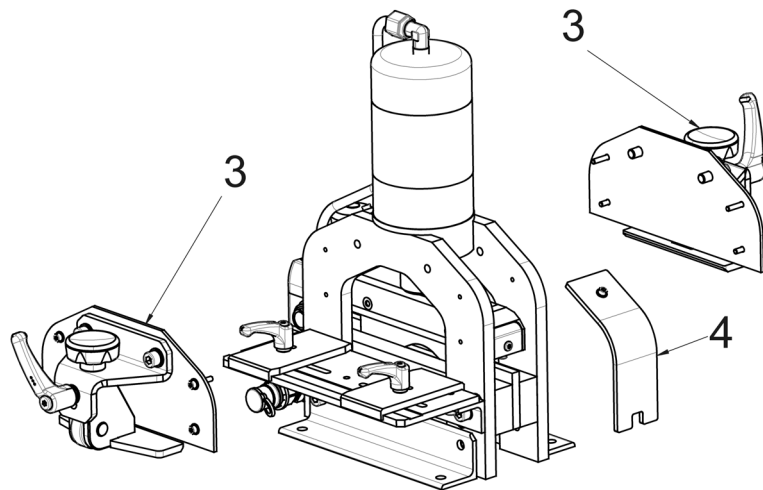

Bild 11: Demontera nedhållarna
- Demontera de båda nedhållarna (bild 11, 3) och inspektionsfönstret på sidan (bild 11, 4).
- Skruva sedan fast nedhållarna (bild 11, 3) och inspektionsfönstret (bild 11, 4) och anslut hydraulslangen igen.